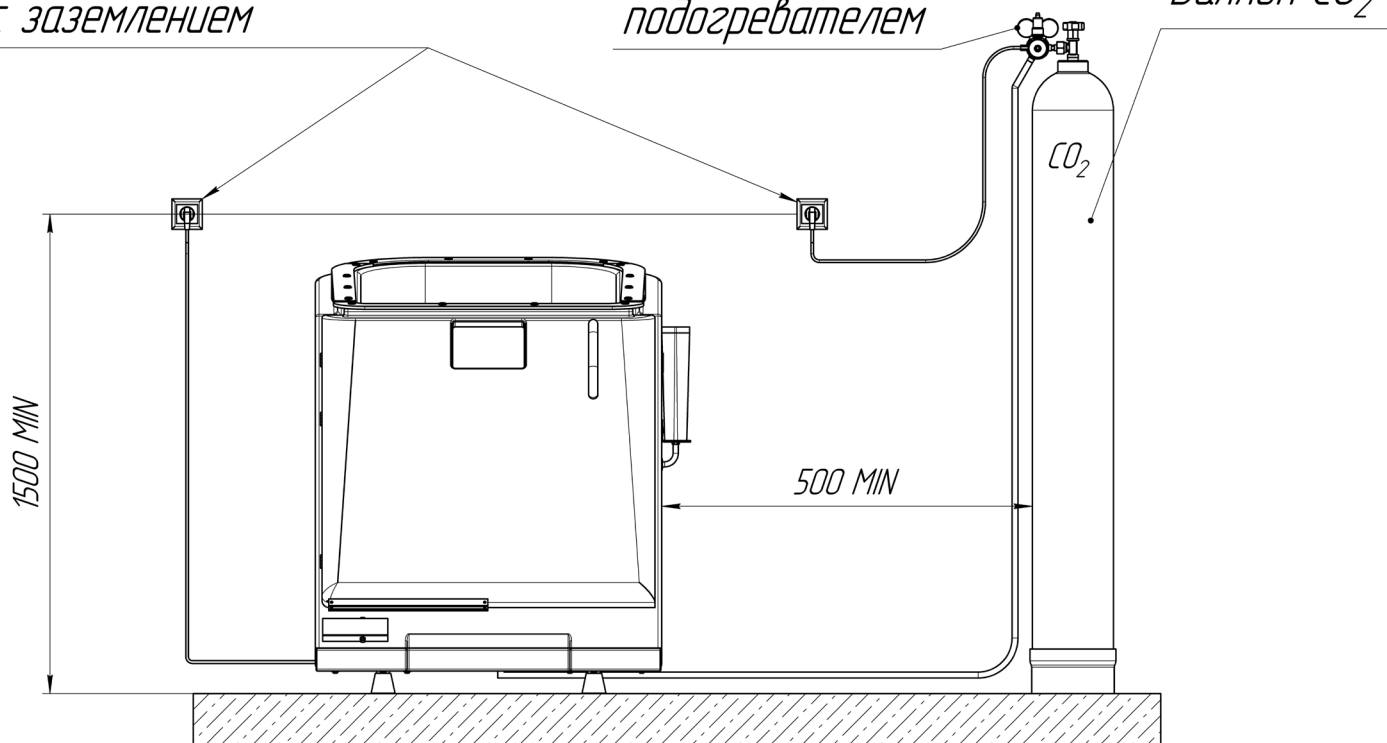

Рисунок 5. Расположение коммуникаций
Рисунок 5а. Расположение коммуникаций
- Для монтажа системы удаления CO₂ из ванной подключите прилагаемый шланг к вентиляционному выходу Ø32 мм (Рисунок 5а).